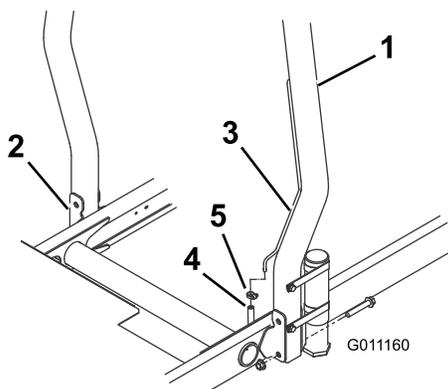

Figura 8
1. Abaixe a barra estabilizadora sobre os suportes de montagem da unidade de tração, alinhando os orifícios de fixação. Certifique-se de que o tubo de ventilação na barra estabilizadora esteja à esquerda da máquina (Figura 8).
- Fixe cada lado da barra estabilizadora aos suportes de montagem com 2 parafusos de cabeça flangeada e 2 contraporcas (Figura 8). Aperte os fixadores com torque de 81 N·m (60 pés-lb).